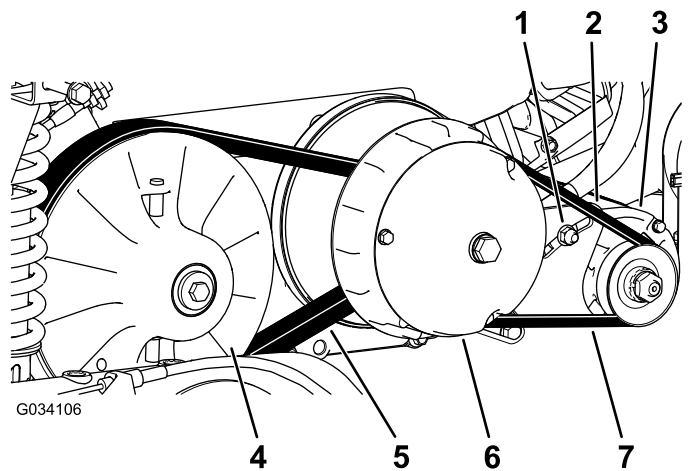

図 63
6. ベルト **図 63**を手で回転させながら、磨耗や破損がないかを点検する。
3. 2次クラッチを回しながら2次クラッチ部分でベルトを外す(図 63)。
4. 1次クラッチからベルトを外す (図 63)。
5. 新しいベルトを一次クラッチに掛ける 図 63。
6. 2次クラッチを回しながら2次クラッチ部分でベルトを外す(図 63)。
2. スタータジェネレータのピボットナットをゆるめる 図 63。
4. ボールを下に押ししてスタータを下げる。ベルトを  $44 \text{ N}\cdot\text{m}4.5 \text{ kg}$  の力で押した時のたわみが  $6 \text{ mm}$  になるようにスタータの位置を調整する 図 63。
5. ピボットナットを手締めし、ボールを取り外す 図 63。